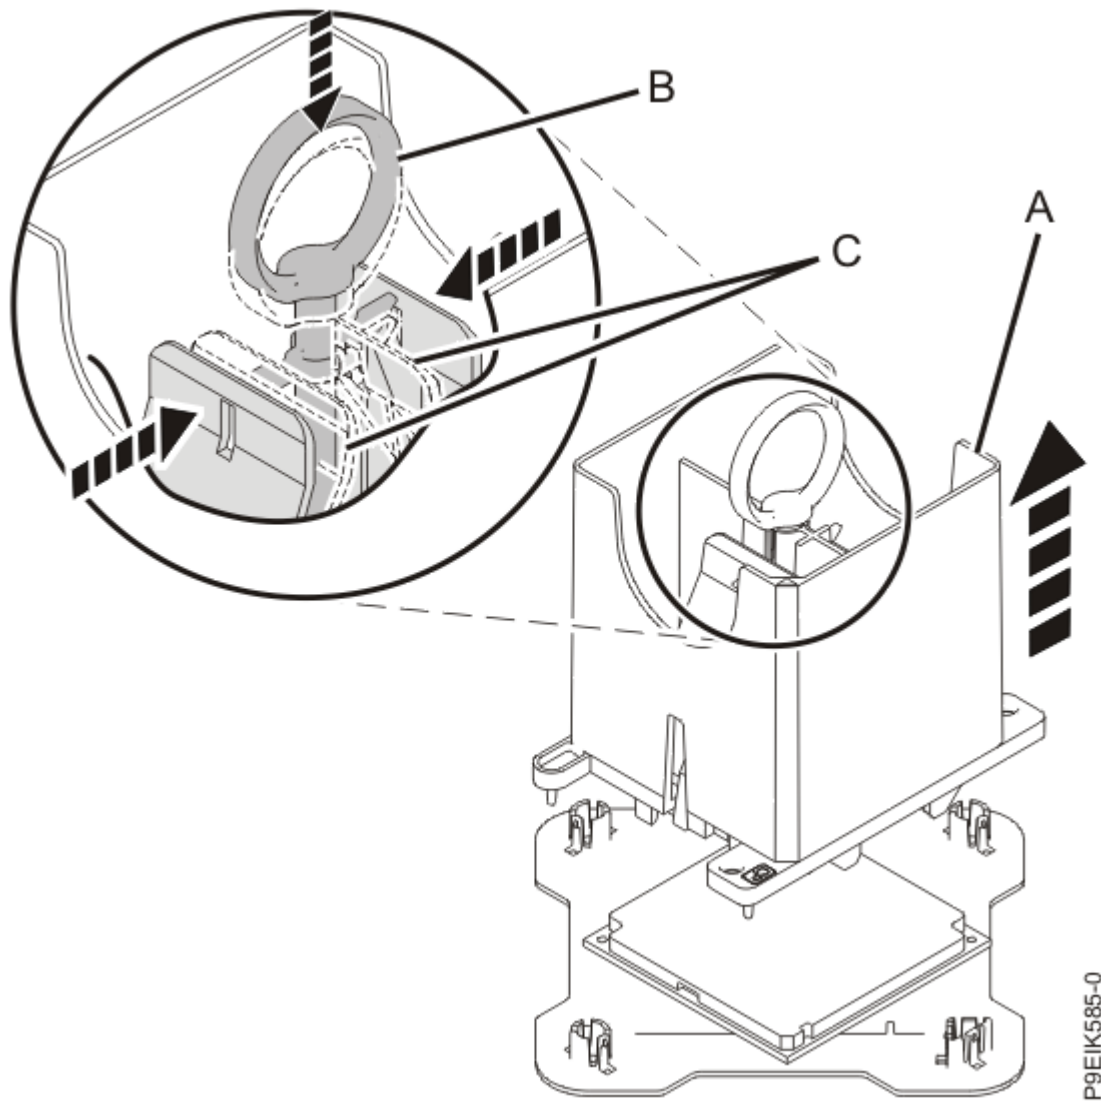

Abbildung 19. Systemprozessormodul und Werkzeug trennen
7. Entriegeln Sie das Systemprozessormodul, indem Sie den Ring **(B)** nach unten drücken. Halten Sie den Ring **(B)** nach unten, während Sie die blauen Hebel **(C)** nach innen drücken (siehe Abbildung 19 auf Seite 22). Stellen Sie sicher, dass der Ring an den Öffnungen auf den blauen Hebeln einrastet und dass sich die blauen Hebel in einer festen Position befinden.